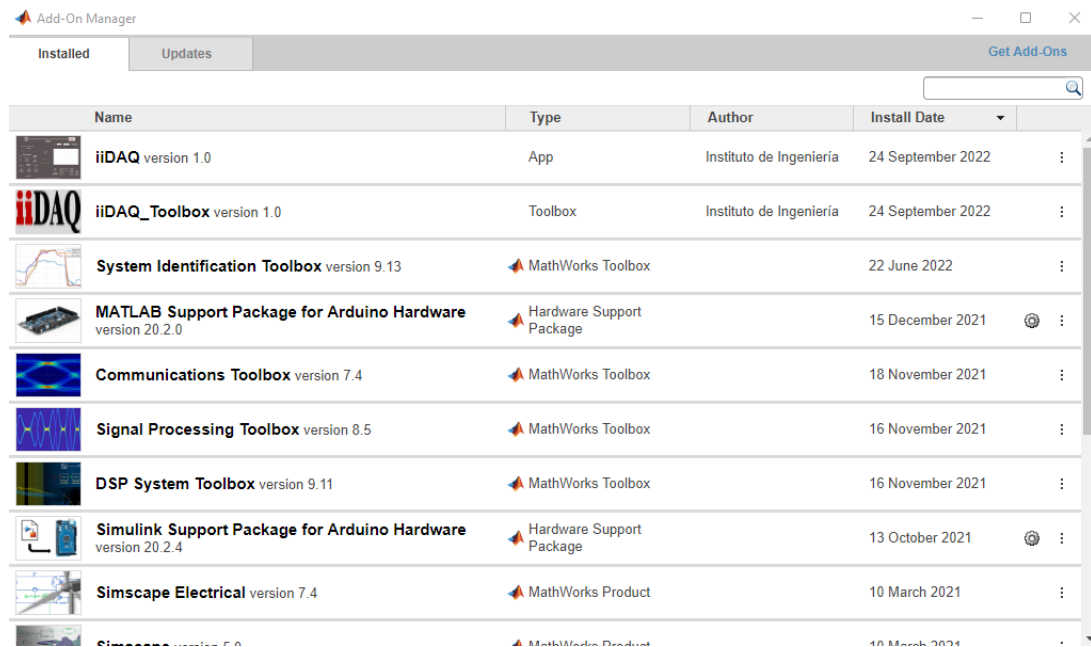

Figura 3.11: Ventana Add-On Manager. Si las aplicaciones se encuentran al inicio de la lista, estas se instalaron correctamente.
4. Para verificar que se encuentre dentro de los archivos de MATLAB™, aparecerá la ventana de *Add On Manager* (Figura 3.11). Si al principio de la lista aparecen las aplicaciones de iiDAQ, todo está correcto.